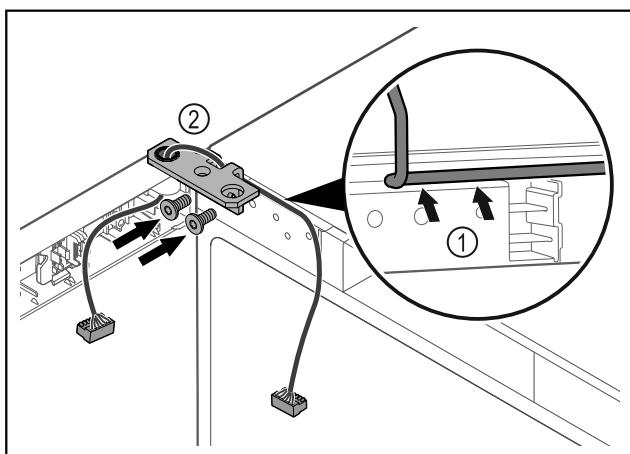

Fig. 48
- Kaloni kabllon përmes së prerës në profilin e menteshës dhe shtrijeni me kujdes Fig. 48 (1).
- Mbërtheni vidat e profilit të menteshës Fig. 48 (2).